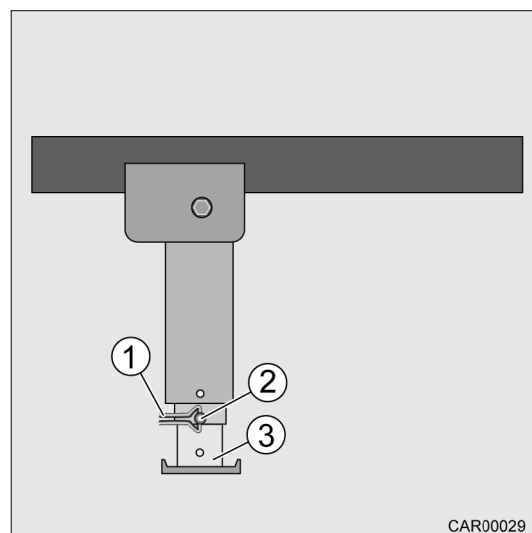

Fig. 38 Béquille arrière à manivelle châssis Alko
3. Enlever la pince de sécurité (Fig. 38/1) de l'axe (Fig. 38/2).
4. Tirer l'axe (Fig. 38/2) hors du prolongement du pied d'appui (Fig. 38/3).
5. Sortir le prolongement du pied d'appui (Fig. 38/3) sur la longueur souhaitée.
6. Enficher l'axe (Fig. 38/2) dans le prolongement du pied d'appui (Fig. 38/3) et le bloquer avec la pince de sécurité (Fig. 38/1).
2. Enlever la pince de sécurité (Fig. 38/1) de l'axe (Fig. 38/2).
3. Tirer l'axe (Fig. 38/2) hors du prolongement du pied d'appui (Fig. 38/3).
4. Glisser le prolongement du pied d'appui (Fig. 38/3) complètement à l'intérieur et enficher l'axe (Fig. 38/2) dans l'alésage.
5. Bloquer l'axe (Fig. 38/2) avec la pince de sécurité (Fig. 38/1).